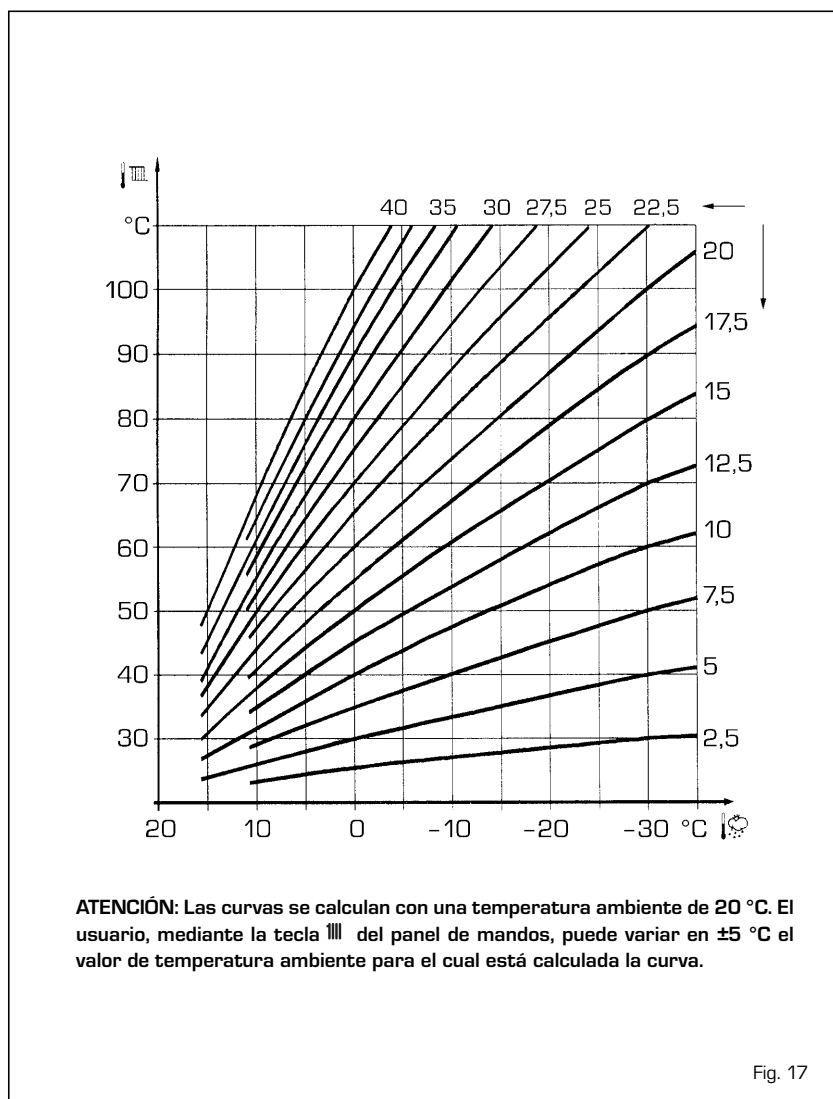

Fig. 17
3.4 Sonda exterior conectada (fig. 17)
La curva climática que debe configurarse puede seleccionarse de un valor 3 a 40 (con pasos de 1). Al aumentar la inclinación representada en las curvas de la fig. 17 se aumenta la temperatura de impulsión de la instalación en función de la temperatura exterior.